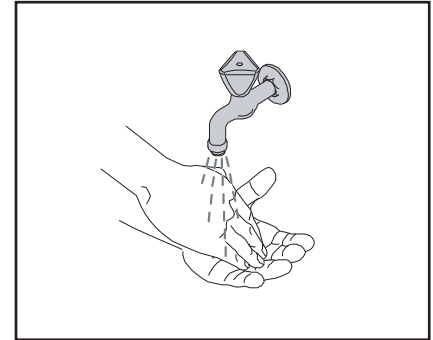

Fig. 3
1. Lavez vos mains avant de toucher aux packs de produit (fig. 3).